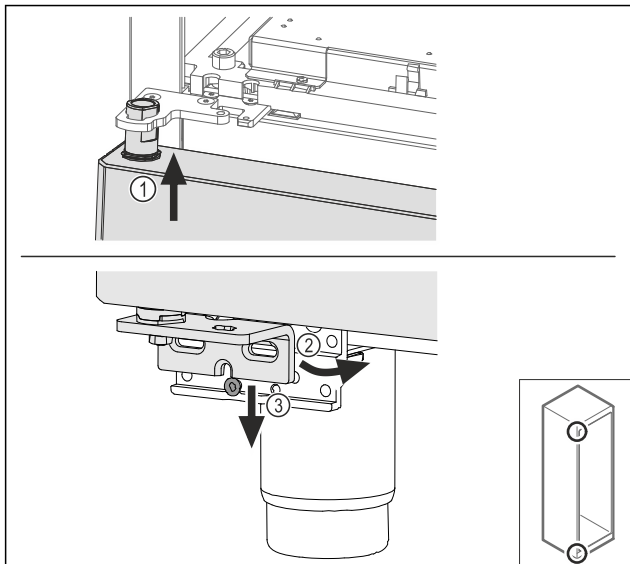

Fig. 68
- ▶ Indfør døren let på skrå foroven Fig. 68 (1), indjuster døren lige Fig. 68 (2), og påsæt den fornedten på lejebuksskruen Fig. 68 (3).